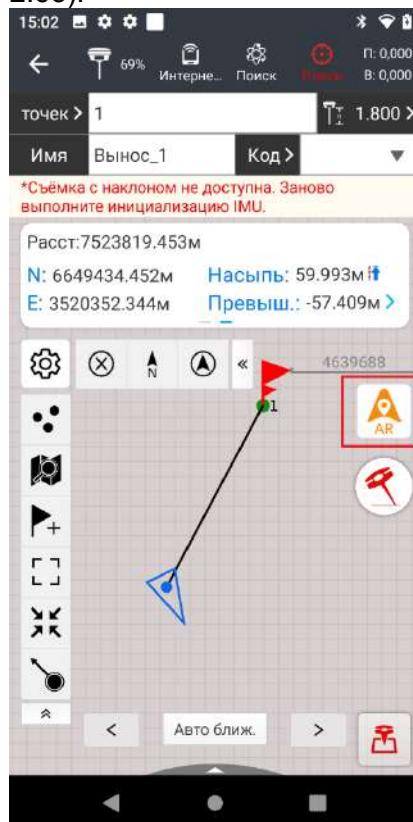

Рис. 2.63
2. Нажать на иконку AR (Рис. 2.63).